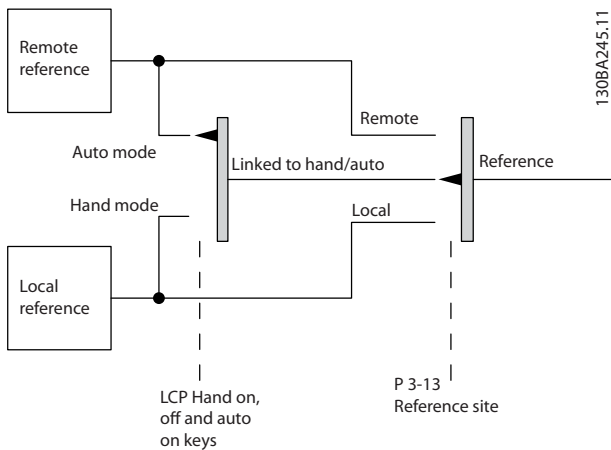

Рисунок 2.10 Активное задание
- На *Рисунок 2.10* показан режим конфигурирования в результате выбора активного задания, местного или дистанционного.